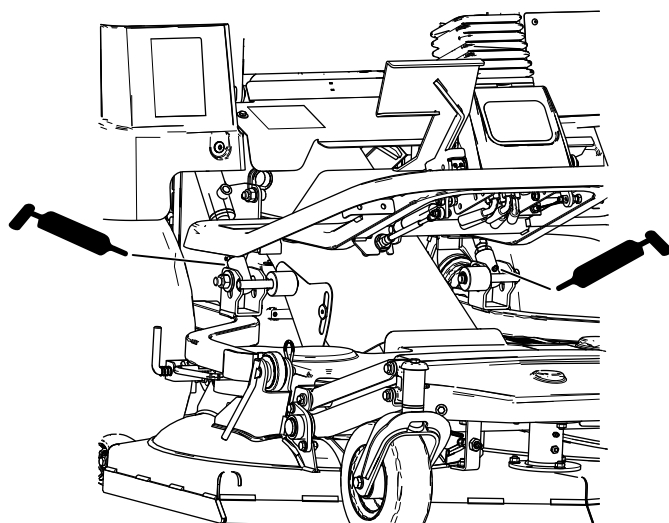

Figura 39
- Punti di rotazione del braccio di sollevamento dell'apparato di taglio (Figura 39)